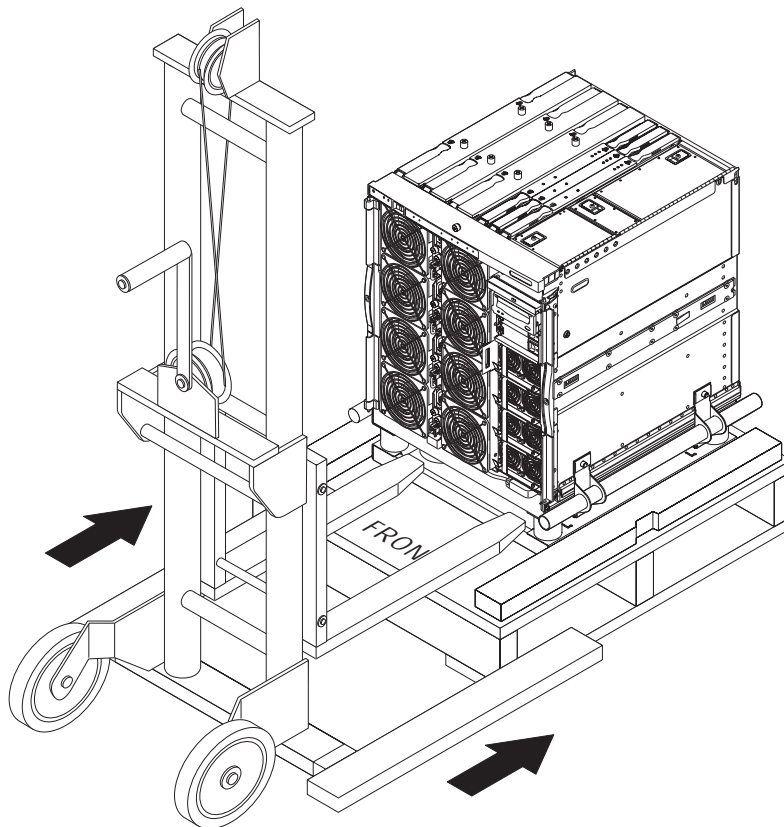

ABBILDUNG 1-10 Einführen des Hubgeräts in das Versandgestell
2. Schieben Sie die Gabeln des Hubgeräts vollständig durch die Öffnung des Versandgestells (ABBILDUNG 1-10).